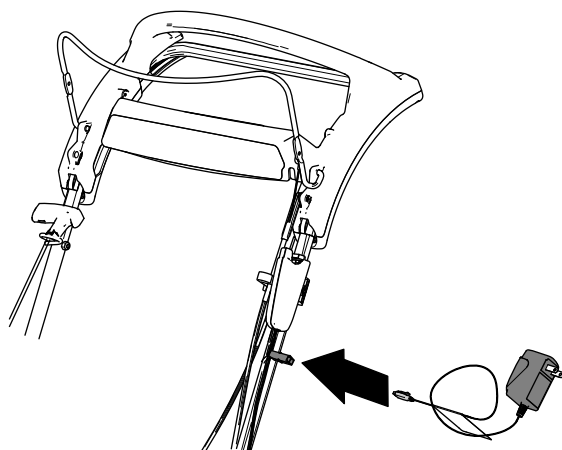

Figure 26
1. Branchez le chargeur au faisceau de câblage situé sous le bouton de démarrage électrique (Figure 26).